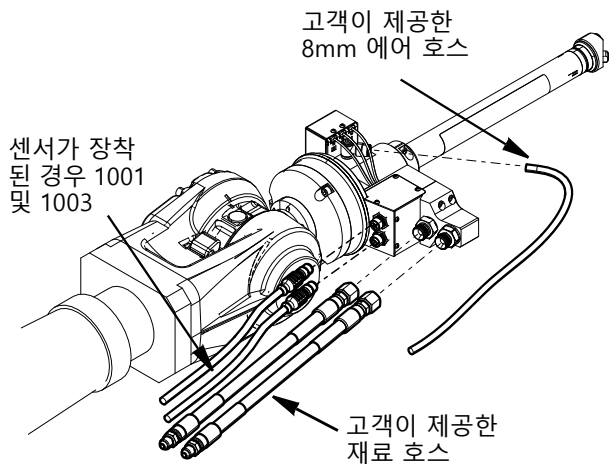

FIG. 7
2. 재료 흡입구 호스와 재료 반환 호스를 분리합니다. 고압 호스 연결을 풀 때 항상 렌치 2개를 사용하십시오. FIG. 7.
3. 8mm 에어 호스를 분리하십시오. FIG. 7.
4. 5핀 케이블 커넥터(1001) 및 8핀 케이블 커넥터(1003)가 장착된 경우, 장착 나사를 풀어 케이블 커넥터를 분리합니다. FIG. 7.